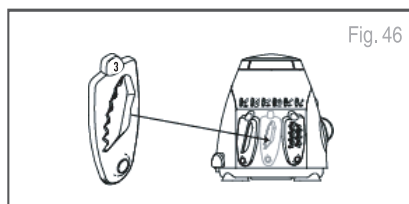

Fig. 46
2. La cuchilla 2 es la cuchilla para ‘rebanadas gruesas’ (Fig. 46).